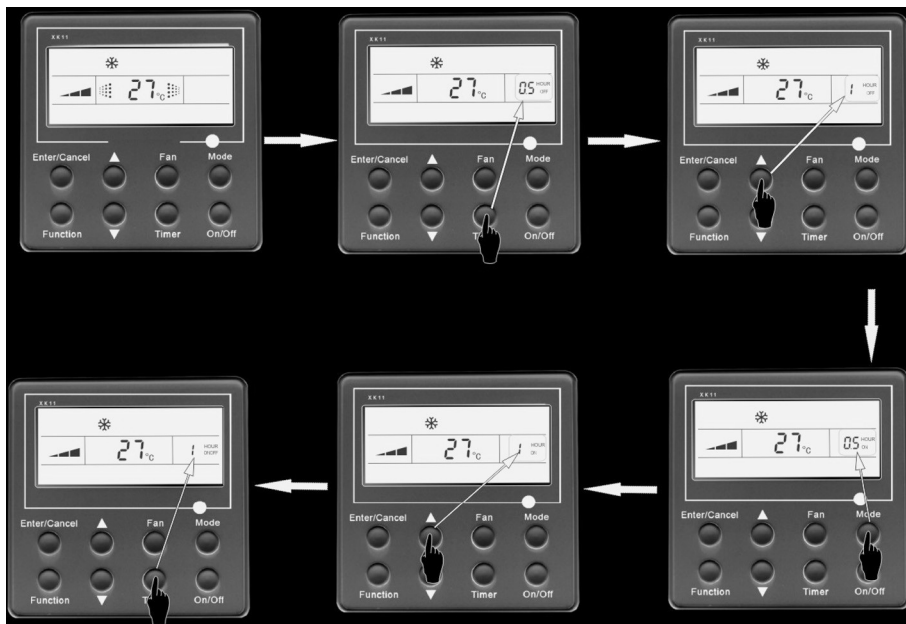

Рис. 5.7
5.2.4 Установка функции таймера (рис. 5.7).